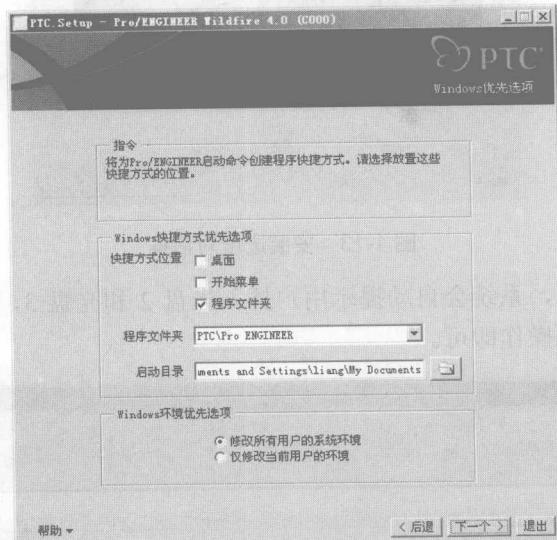

图 1-11 【Windows 优先选项】对话框
- (7) 单击【下一个】按钮，系统弹出 Windows 优先选项对话框，如图 1-11 所示。在该对话框中可以设置快捷方式、启动目录和环境优先选项。